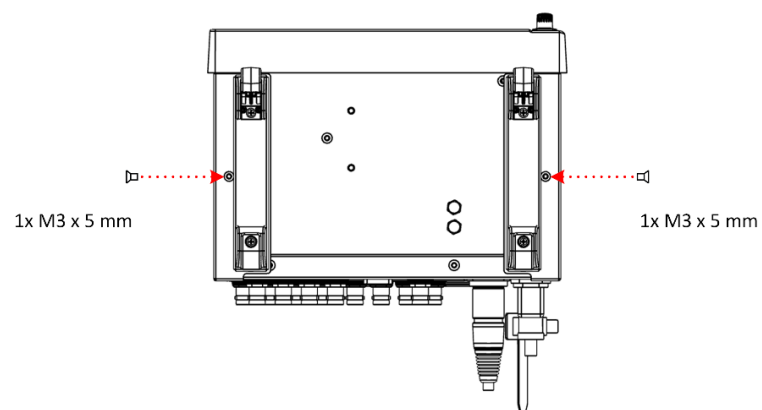

図6: ユニットとキャリーケースの組み立て
- 3 ユニットの底部にある 2 つの皿穴に 2 本の M3 x 5 ネジを挿入します。図 6 の底面図を参照してください。
- 4 両側に 2 本の M4 x 6 ネジを挿入し、キャリーケースの背面をユニットの背面パネルに固定します。図 6「背面図」を参照してください。